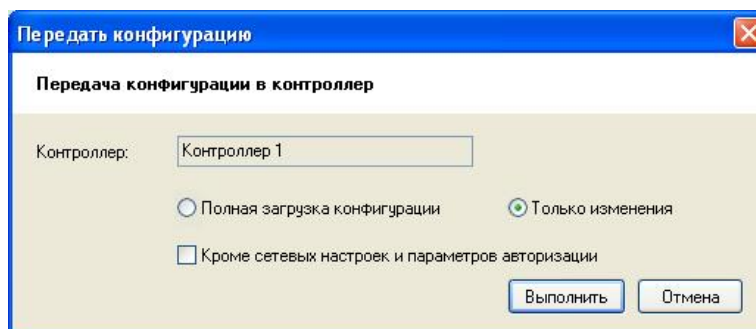

Рисунок 335
- 12) В окне "Выбор контроллера" выберите запись с исходным адресом и нажмите кнопку "Выбрать". На экране появится окно выбора типа загрузки данных (см. Рисунок 335).
- 13) В окне "Передать конфигурацию" выберите "Только изменения", убедитесь, что НЕ отмечена кнопка "Кроме сетевых настроек и параметров авторизации" (см. Рисунок 335) и нажмите кнопку "Выполнить".